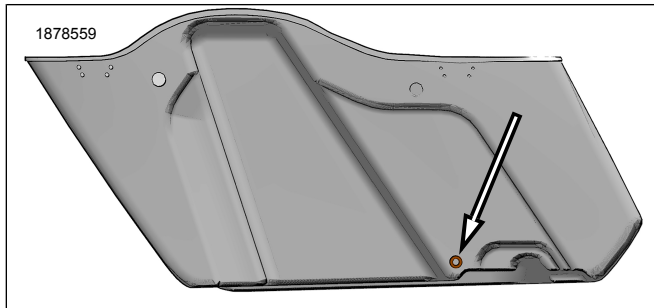

Abbildung 2. Position der oberen Seitenkofferbohrung
2. Abbildung 2 Die untere Durchführung für den Seitenkofferkabelbaum bohren.